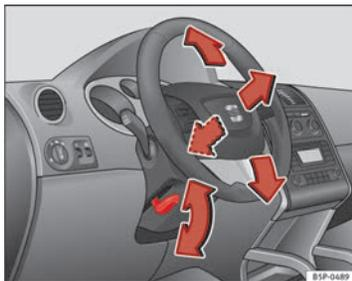

Fig. 135 Regulação da posição do volante
- Puxe para baixo a alavanca ⇒ Fig. 135 situada por baixo da coluna da direcção ⇒ ⚠.